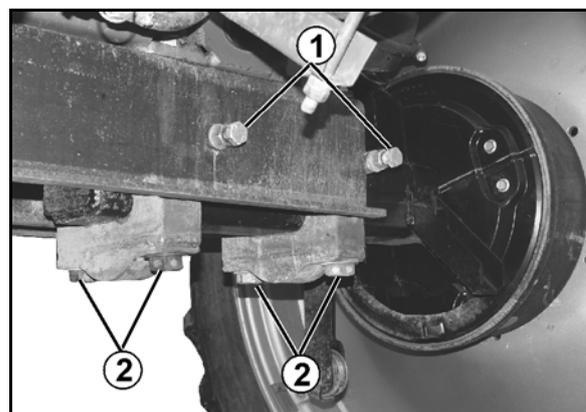

Рис. 135
4. Ослабьте зажимные винты (Рис. 135/1,2).
6. Для выравнивания оси сначала затяните винты (Рис. 135/1), момент затяжки 210 Нм.
7. Затем затяните винты (Рис. 135/2), момент затяжки 750 Нм.